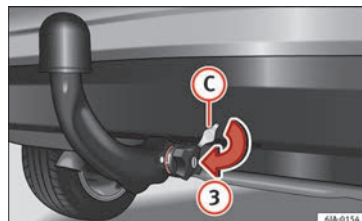

Fig. 199 Colocación de la tapa de la cerradura.
- Cierre con llave ② la cerradura de la ruedecilla manual girando la llave hacia la derecha hasta el tope, en el sentido de la flecha ① – la flecha en la llave señala el símbolo “cerradura cerrada”.
- Extraiga la llave en el sentido de la flecha ②.
- Coloque la tapa **(C)** en la cerradura de la ruedecilla manual en sentido de la flecha **(3)** » » fig. 199.